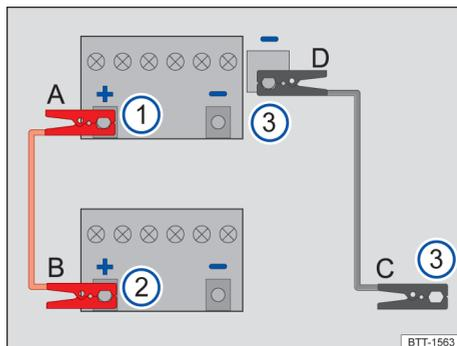

Fig. 163 Esquema para conexão dos cabos de partida. ⓘ
Legenda para Fig. 163:
Os cabos de partida apenas deverão ser conectados seguindo a ordem **A – B – C – D** → Fig. 163.
- Conecte uma extremidade do cabo de partida *vermelho* ao polo positivo (+) da bateria 12 V do veículo que a possui sem carga → Fig. 163 ① → ⚠.
- Conecte a outra extremidade do cabo de partida *vermelho* ao polo positivo (+) do veículo que fornece corrente → Fig. 163 ②.
- Conecte uma extremidade do cabo de partida *preto* → Fig. 163 ③ preferencialmente a uma tomada para o auxílio de partida (terminal de aterramento) do veículo que fornece corrente; do contrário, ao bloco do motor ou a uma peça maciça de metal aparafusada fixa ao bloco do motor deste veículo.
- Conecte a outra extremidade do cabo de partida *preto* → Fig. 163 ③ preferencialmente a uma tomada para o auxílio de partida (terminal de aterramento) do veículo com a bateria 12 V sem carga; do contrário, ao bloco do motor ou a uma peça maciça de metal aparafusada fixa ao bloco do motor deste veículo → ⚠.
- Desconecte os cabos de partida apenas na ordem **D – C – B – A** → Fig. 163 com os motores funcionando.